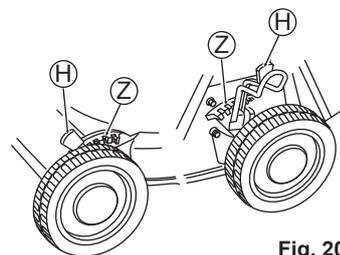

Fig. 20
2. Couchez le levier de réglage de la hauteur de tonte (H) vers le côté de la roue, afin de le séparer des dentsures (Z). (Voir Figs. 20 et 21)
3. Insérez le levier de réglage de la hauteur de tonte (H) dans l'encoche (Z) pour avoir la hauteur de tonte désirée tout en laissant le levier couché.
4. Insérez tous les leviers de réglage de la hauteur de tonte (H) dans les encoches (Z) correspondant à la même hauteur.